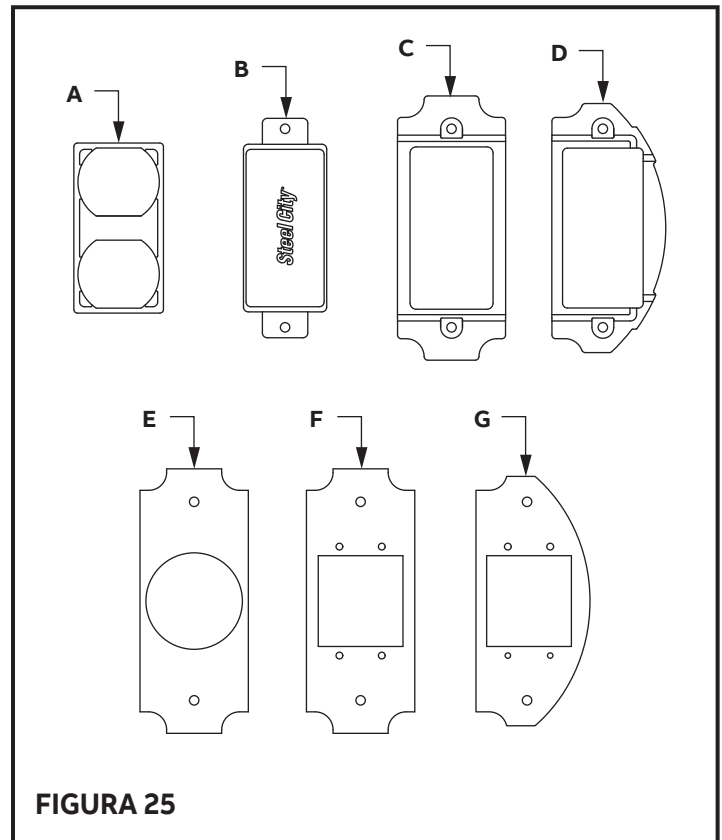

FIGURA 25
10.1 El dispositivo RPT6-3G-XXX puede equiparse con otras placas de alimentación y de datos para cumplir con los requisitos de la caja de piso. Se muestran algunas de las placas que ofrece Thomas & Betts. Consulte el catálogo o el sitio web para obtener más detalles. (Vea la Figura 25).